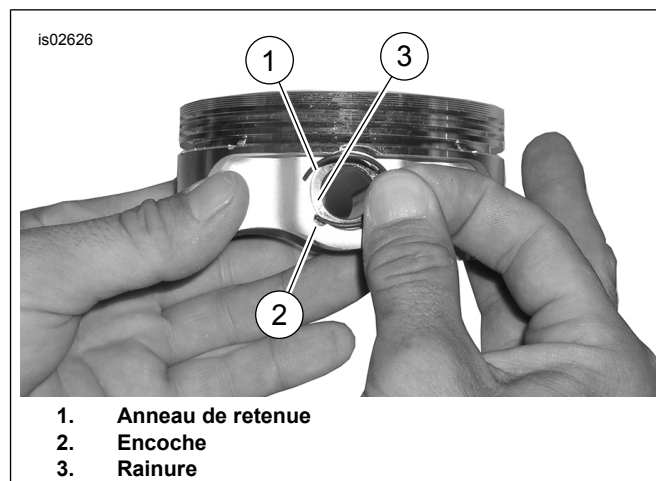

Figure 3. Anneau de retenue et piston
1. Voir Figure 3. Insérer l'extrémité ouverte de l'anneau de retenue (1) dans l'encoche (2), sur la rainure (3), autour du bossage de l'axe de piston, de façon que l'ouverture soit à la position de 12 h ou de 6 h une fois installé.